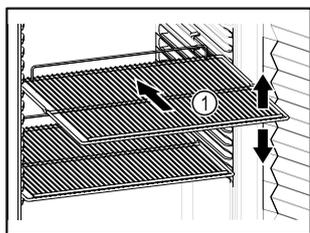

Fig. 58 Atvaizdo pavyzdys
- ❑ Jei pastatymo grotelės Fig. 58 (1) galima perkelti, pritaikykite atsižvelgdami į aukštį.